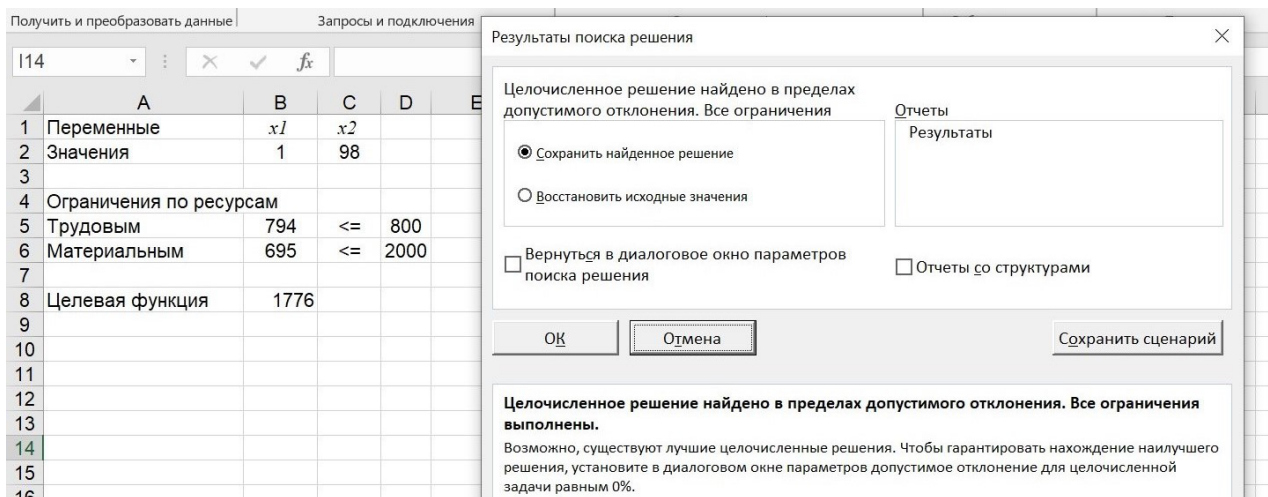

Рисунок 2 – Полученное на данном этапе решение
4. В качестве метода решения выберем симплекс метод и запустим поиск решения. Полученный результат отобразится в табл. Excel (рис. 2):